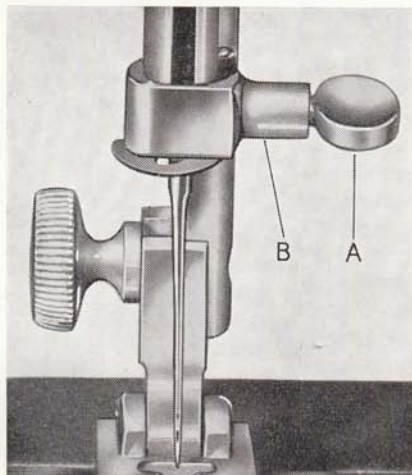

Fig. 3.
Nålklemmeskruen løsnes (A fig. 3) og nålen settes inn i nålklemmen (B) og skyves opp så høyt den går. Se til at den flate siden av nålkolben er vendt fra Dem. Skru nålklemmeskruen hårdt til og kontroller at nålen er satt riktig inn. Det lange sporet ovenfor nåløyet skal vende mot Dem.